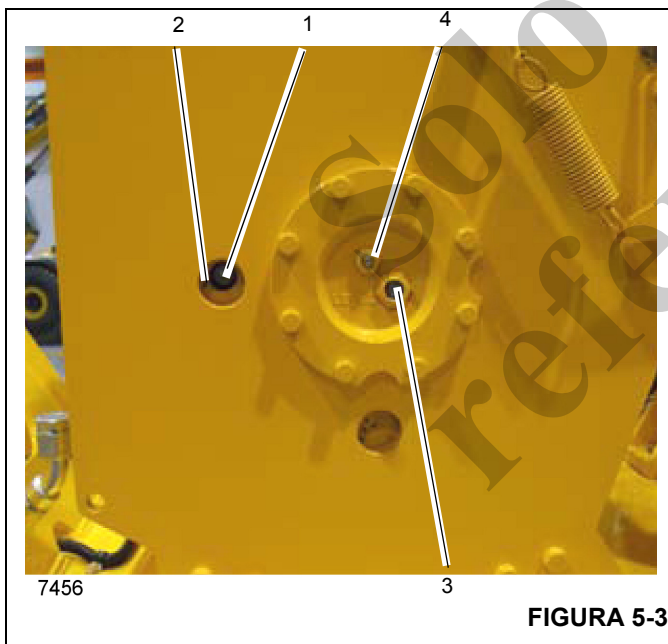

FIGURA 5-3
**NOTA:** Si no se alinea el tapón de llenado/vaciado (1) con el agujero de acceso superior (2) tal como se ilustra en la Figura 5-3 antes de revisar el nivel de aceite, se obtendrá una indicación imprecisa.
1. Gire el tambor del malacate hasta que el tapón de llenado/vaciado (1) quede visible por el agujero de acceso superior (2) mostrado en la Figura 5-3.